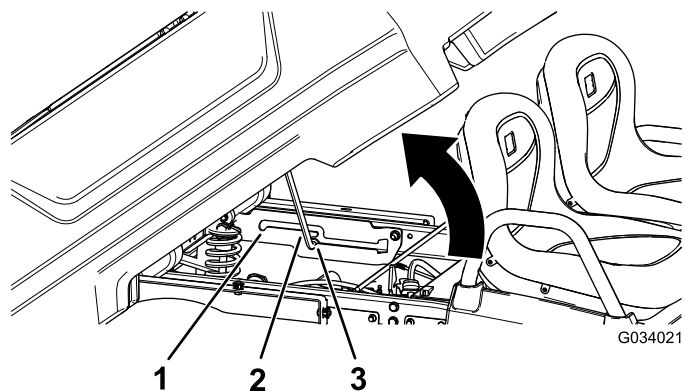

Figura 20
2. Trageți tija de susținere în fanta de blocare a poziției de descărcare pentru a asigura platforma pentru descărcare (Figura 20).
2. Trageți tija de susținere în fanta de blocare a poziției de service pentru a asigura platforma pentru întreținere (Figura 20).
2. Trageți tija de susținere din fanta de blocare (Figura 20).